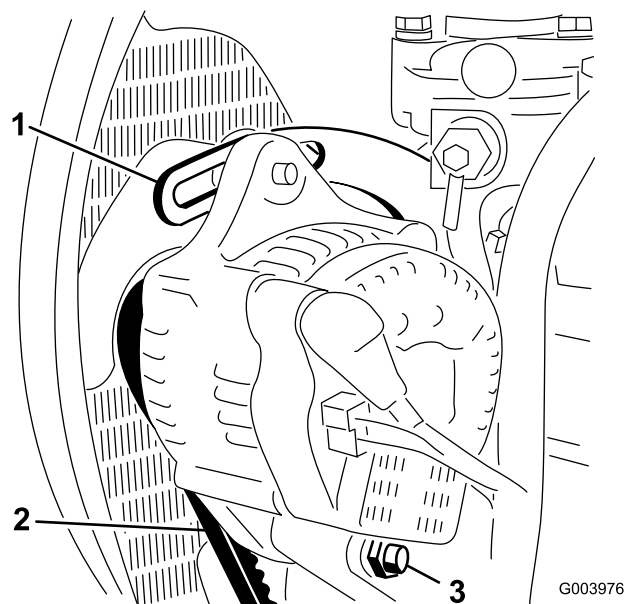

Bild 69
2. Prüfen Sie die Spannung des Lichtmaschinenriemens, indem Sie eine Kraft von 10 kg in der Mitte zwischen der Lichtmaschine und den Riemenscheiben der Kurbelwelle ansetzen (**Bild 69**).
3. Lockern Sie die Schrauben, mit denen der Bügel am Motor befestigt ist sowie die Schraube, mit der die Lichtmaschine am Bügel befestigt ist (**Bild 69**).